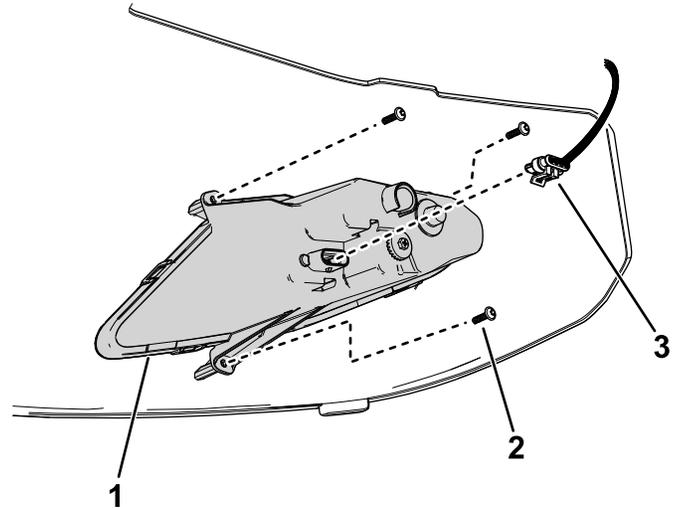

Figura 41
3. Desconecte el conector del arnés de cables del conector del faro (Figura 41).
6. Conecte el conector del arnés de cables al conector del faro (Figura 41).